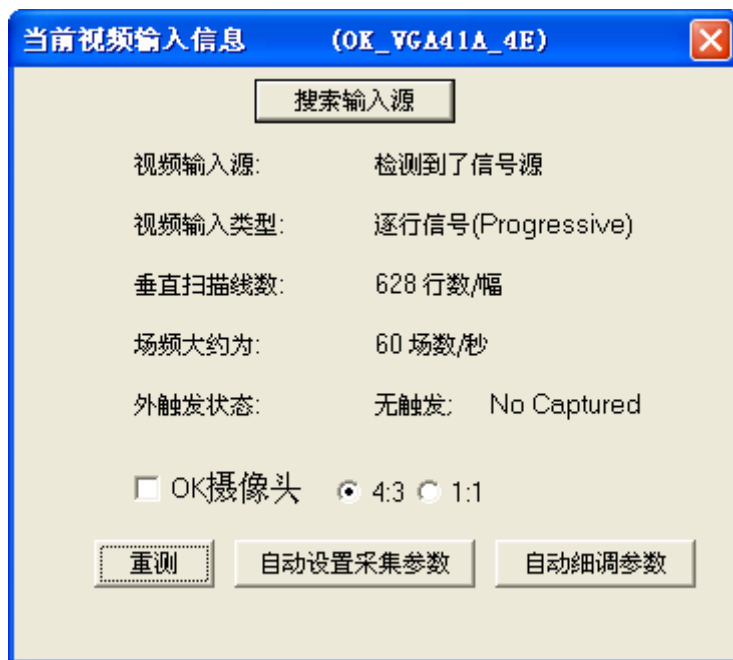

图 10
7. 选择好视频源和同步通道以后，您可以通过 ok Demo 的菜单栏上的“帮助”菜单下的“信号源信息”项目打开“当前视频输入信息”对话框，如图 10 所示：